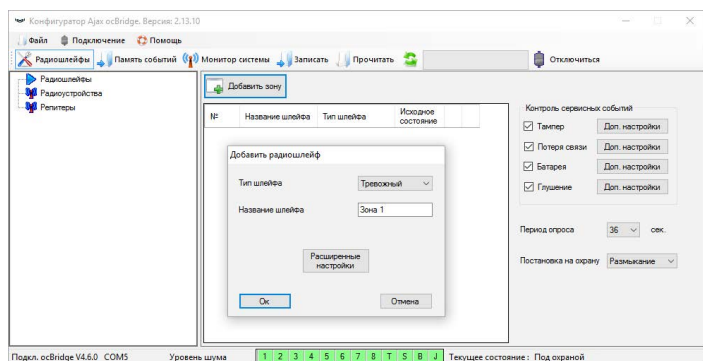

РИС. 3. Добавление зоны
4.2. Каждый подключаемый к ocBridge датчик (устройство) необходимо зарегистрировать, используя программу «Конфигуратор Ajax ocBridge». Для регистрации датчиков нужно создать в конфигураторе зону(ы), если они не были созданы ранее. Для создания зоны надо выбрать курсором пункт «Радиощлейфы» и нажать кнопку «Добавить» (РИС. 3).